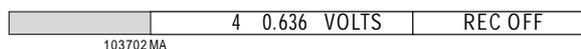

Bild 3-5 Statuszeile mit Kanalanzeige
1. Kanalanzeige – Die Statuszeile gibt die Momentanwerte eines Kanals im Format "Kanalnr. XX - Wert - Einheit" aus (siehe Bild 3-5).
3. Datenträgeranzeige – Die rechte Seite der Statuszeile gibt den Zustand des Datenträgers an, auf dem Meßwerte abgelegt werden (siehe Bild 3-5). Hier können folgende Meldungen erscheinen: